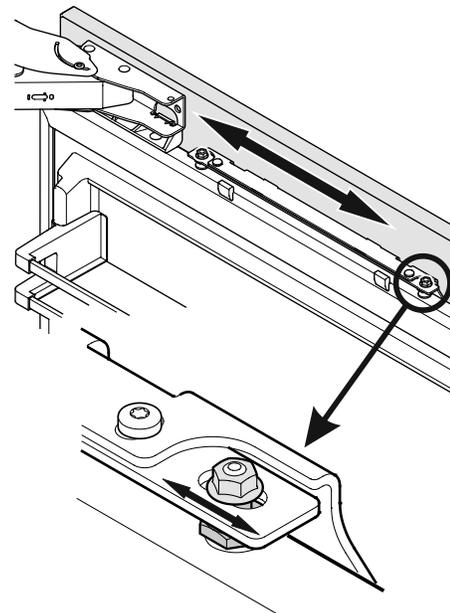

Figure 38
6. Aligner le panneau horizontalement (via les trous oblongs dans la baguette de fixation) (**Figure 38**).